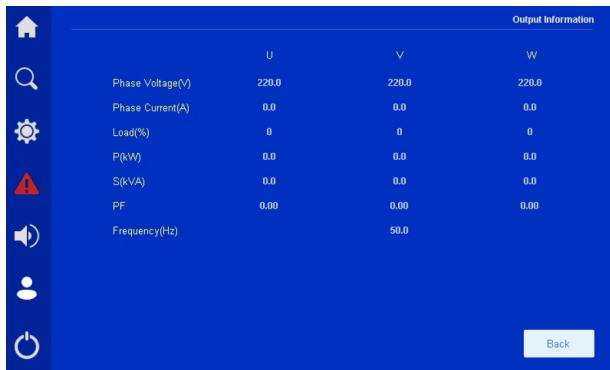

Figura 4-15 Información de salida del sistema
En la pantalla de inicio, haga clic en el ícono “” para ir a la pantalla Información de salida, donde podrá ver la tensión de salida, la intensidad de salida, la capacidad de carga, la potencia activa, la potencia aparente, el factor de potencia (FP) y la frecuencia de salida, tal y como se muestra en la Figura 4-15.